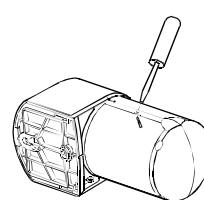

Fig. 1
1. Ôter le couvercle du compartiment à piles à l'aide d'un tournevis plat. Fig. 1.
4. Remplacer le couvercle du compartiment à piles. Le couvercle est correctement orienté lorsque le symbole du tournevis est situé au niveau de l'encoche prévue pour le tournevis. Fig. 1.
3. Replacer le couvercle du compartiment à piles. Le couvercle est correctement orienté lorsque le symbole du tournevis est situé au niveau de l'encoche prévue pour le tournevis. Fig. 1